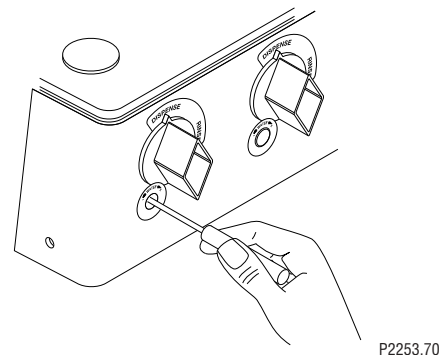

FIG 7 Ajuste del Flujo de Agua
- Ajuste la velocidad de flujo del agua Fig 7, (hacia la derecha para aumentar el índice de flujo; a la izquierda para disminuir el flujo) a la relación de mezcla de producto de la forma siguiente: